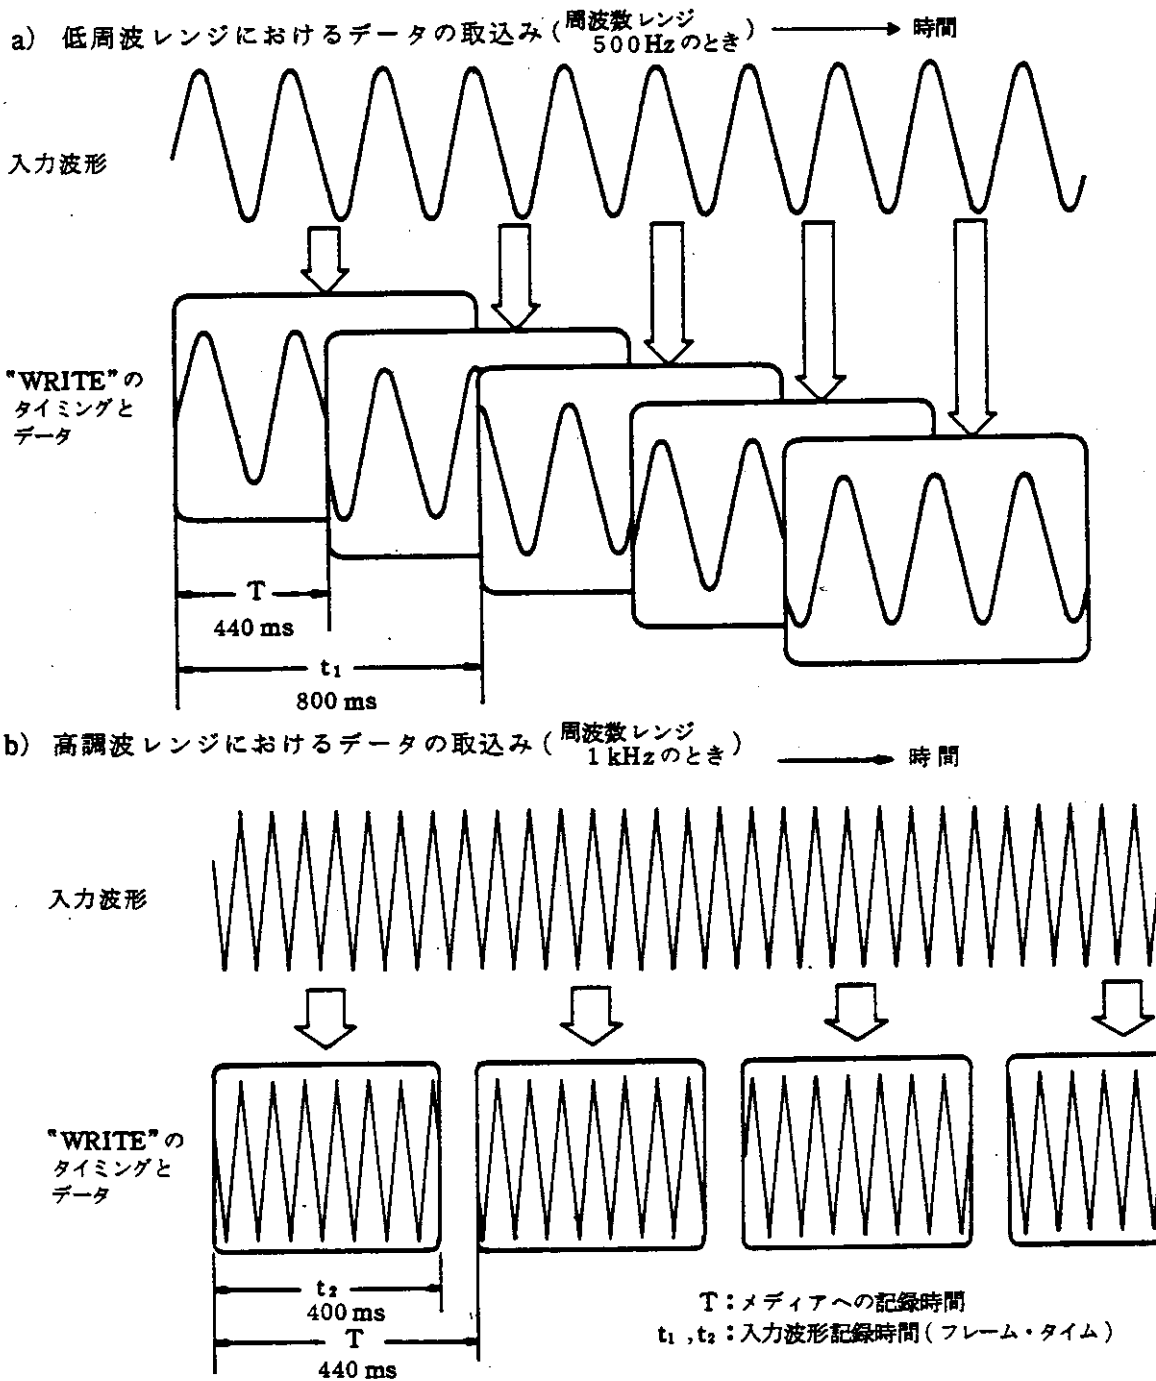

図 6-96 “FREE RUN” モードの記録のタイミング
であり、TR9404を"FREE RUN"か"AUTO ARM"("AUTO ARM"はトリガ条件が"INT."と"EXT."とがあります。)で使用するかによって、そのタイミングが異なります。〔図6-96〕および〔図6-97〕にこれらの関係を示します。
〔図6-96(a)〕は、TR9404の周波数レンジの設定が1 kHzレンジ以下の場合の"FREE RUN"モードでの記録のタイミングを示します。この図では、TR9404の周波数レンジが500 Hzで"ZERO START"モードに設定されており、記録モードは2単位データ("TIME"データ)で記録される例を示してあります。2単位データの記録速度(T)は約440 msに対して、500 Hzレンジの入力波形記録時間：フレーム・タイム( $t_1$ )は800 msを要します。したがって、この設定で"FREE RUN"モードで連続記録を開始しますと、図に示しますようにデータの約1/2はオーバーラップ(重複)しながら取込まれます。
〔図6-96(b)〕は、TR9404の周波数レンジを1 kHz, "ZERO START"モードに設定し、記録モードはやはり2単位データで記録される例を示してあります。1 kHzレンジの入力波形記録時間( $t_2$ )は400 msを要しますので、メディアへの記録時間(T)との関係は、図に示しますようにデータ間にギャップを生じます。
(図 6-97) は, "AUTO ARM" モード ("INT." 信号による) で連続的にデータを取込む場合を示してあります。"AUTO ARM" モードは, TR9404 の入力波形が設定したトリガ条件と一致したときにデータを取込むモードです。図に示しますように, メディアへの記録時間 (T) より繰返しの早い現象は無視されるか, あるいは前のデータと一緒に記録されます。図の例は, 2 単位データ ("TIME" データ) で設定した場合のデータの取込みを示します。この場合も, (図 6-96) と同様, "SPECT." や "HIST." の 1 単位データに関しては, 時間という概念が含まれていないデータの性質上, メディアへの記録時間より繰返しの早い現象が無視されるという概念はありません。